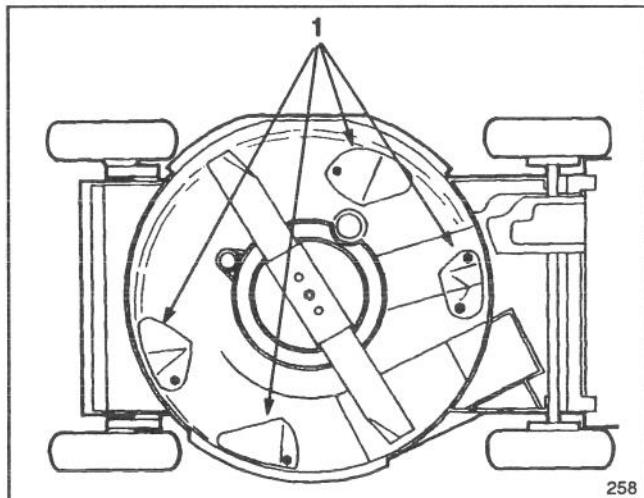

Abb. 29
Halten Sie die Unterseite des Mähergehäuses stets sauber. Vor allem sind die Umlenkbleche auf der Unterseite des Mähergehäuses von Verunreinigungen freizuhalten (Abb. 29).
2. Den Mäher auf die rechte Seite kippen (Abb. 29). Drehen des Messers vermeiden, da das zu Startproblemen führen könnte.